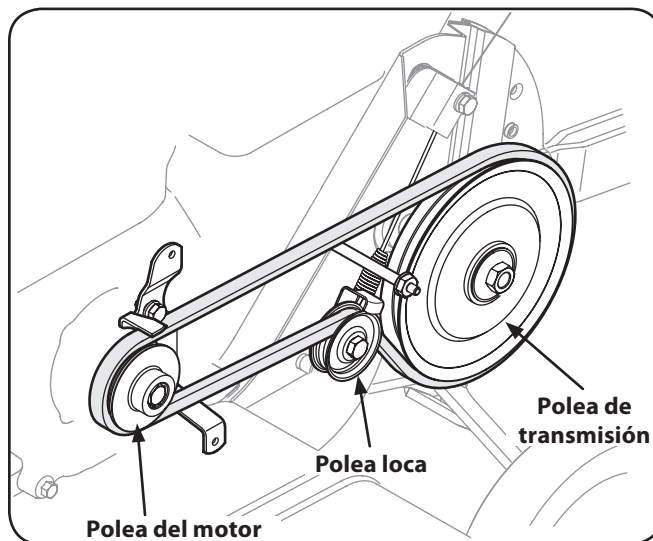

Figura 7-4
6. Para instalar la nueva correa, siga las instrucciones en orden inverso y consulte la Figura 7-4. Asegúrese de colocar el lado más ancho de la correa lejos de las poleas del motor y de transmisión.